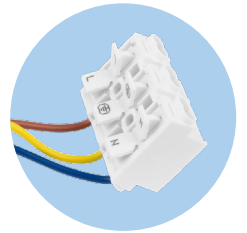

Abb. 7. Anschlussblock der Umwälzpumpe
- Die Umwälzpumpe mit dem Regler über den werkseitigen Elektroanschluss verbinden (Abb. 7).